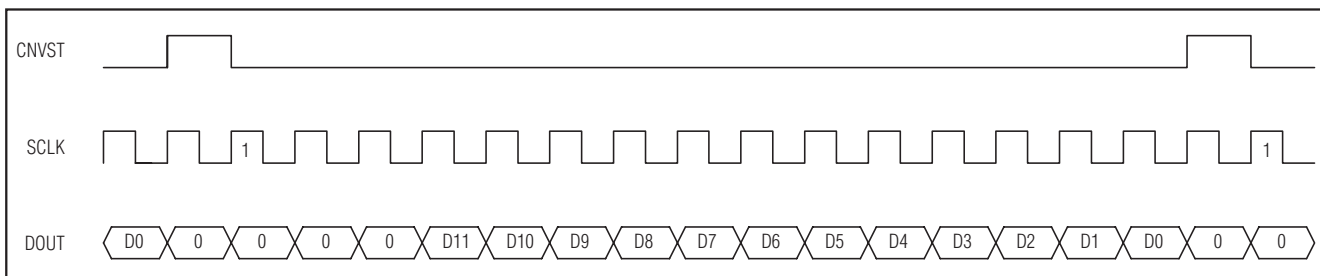
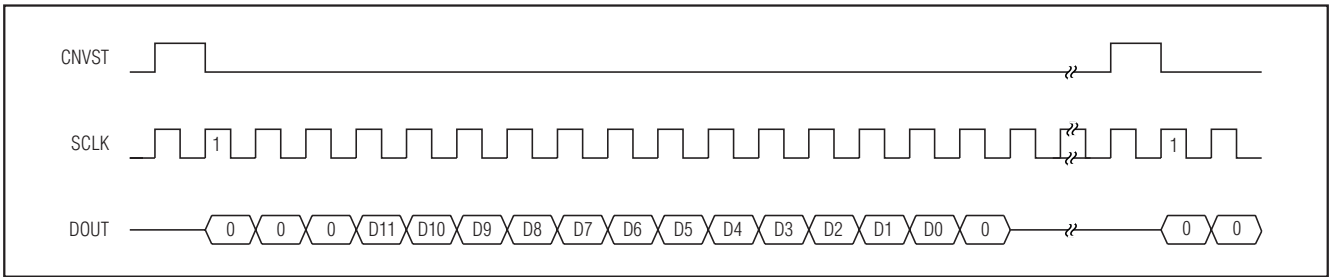
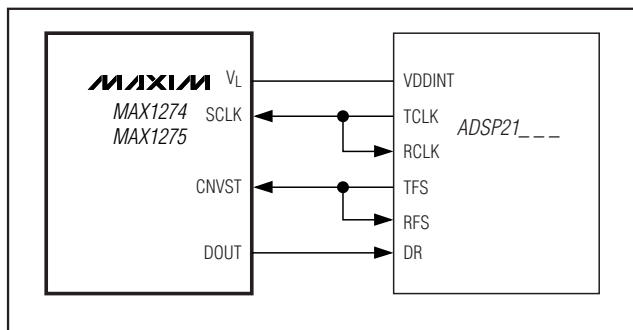

图 17. DSP 接口——连续转换
图 18. DSP 接口——单次转换，连续/突发时钟
图 19. 连接至ADSP21_--
MAX1274/MAX1275 也可以采用以下方式与TMS320C54_ 连接：利用数据传输 (DX) 引脚驱动CNVST 信号，内部产生的CLKX 信号驱动SCLK。CNVST 信号需要一个上拉电阻，以便在DX 变为高阻态时使其保持高电平，并且必须不断地向DXR 寄存器写入0001h，以进行连续转换。将00FFh 写入DXR 寄存器，可能将进入关断模式 (参考图17 和图18)。
MAX1274/MAX1275 可以直接与 Analog Devices, Inc 的 ADSP21__ 系列DSP 连接。图 19 给出了MAX1274/MAX1275 与ADSP21__ 的直接连接方式。与MAX1274/MAX1275 接口时有两种可编程的工作模式。为了进行连续转换，CNVST 信号置为低电平，在传输上次结果的LSB 期间拉高一个时钟周期。ADSP21__ 的STCTL 与SRCTL 寄存器应该配置为超前成帧(LAFR=0)和高电平有效帧 (LTFS = 0, LRFS = 0)信号。在这种模式下，设置与数据无关的帧同步位(DITFS = 1)，而无需多次写入传输数据寄存器。对于单次转换，CNVST 信号为闲置高电平，并在整个转换期间拉低。因此，ADSP21__ 的STCTL 和SRCTL 寄存器应该配置为滞后成帧 (LAFR=1)和低电平有效帧 (LTFS = 1, LRFS = 1)信号。在此条件下，将字长设置为8 位 (SLEN = 1001)，这也是最好的进入关断模式的方法。当MAX1274/MAX1275 工作电源电压高于DSP 的电源电压时，连接V_L 引脚至ADSP21__ 电源电压 (参考图17 和图18)。